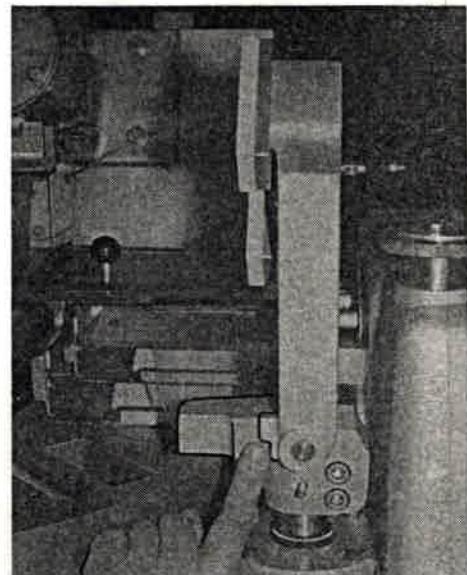

Bild 254
13. Sperrbolzen hineindrücken (Bild 254) und Ausleger abschwenken.